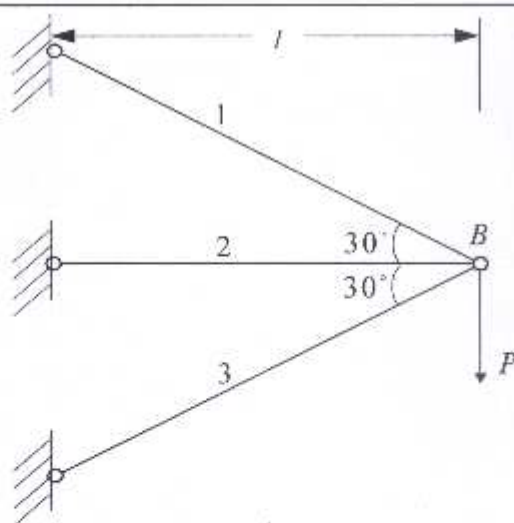

图 3-2
- 2、如图 3-2 所示，支架中的三根杆件材料相同，杆 1 的横截面面积为  $200 \text{ mm}^2$ ，杆 2 为  $300 \text{ mm}^2$ ，杆 3 为  $400 \text{ mm}^2$ 。若  $P = 30 \text{ kN}$ ，试求各杆内的应力。（15 分）